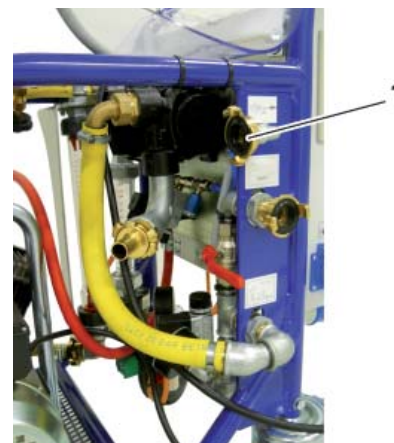

Рис. 15: Пневматическое подключение
- Надежно присоедините воздушный шланг к распылителю и машины (рис. 15, поз. 1).